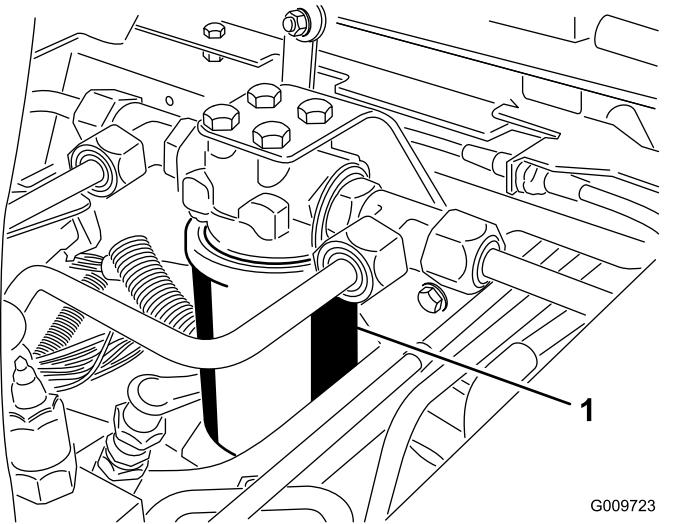
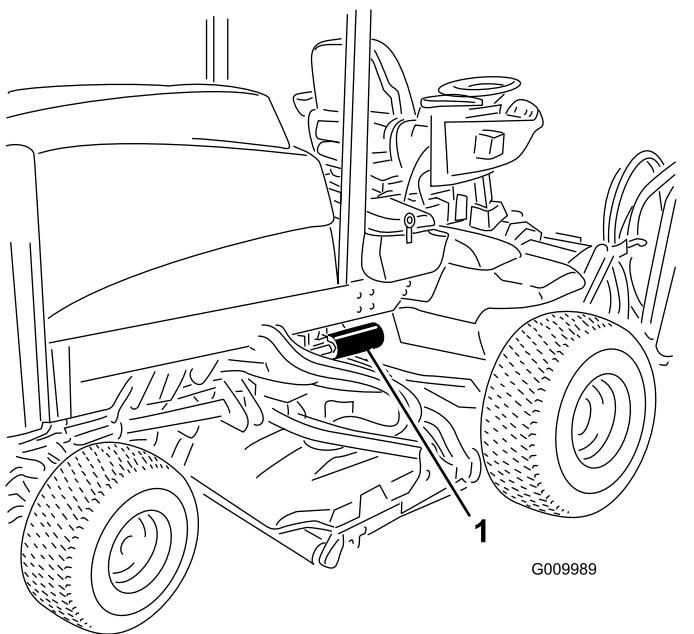

図 49
図 50
- フィルタ容器の周辺をウェスできれいにぬぐう。フィルタ図 49と図 50の取り付け部周辺をきれいにふき、下に廃油受けを用意し、フィルタを外す。